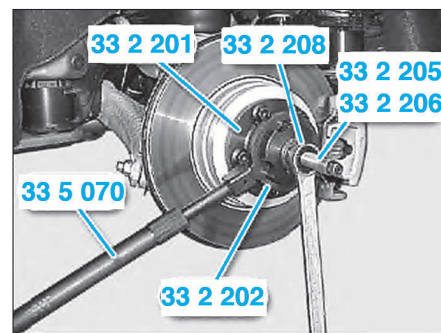

FIG. 13
- visser l'outil 33 2 201 sur le moyeu avec trois boulons de roue (Fig.13).